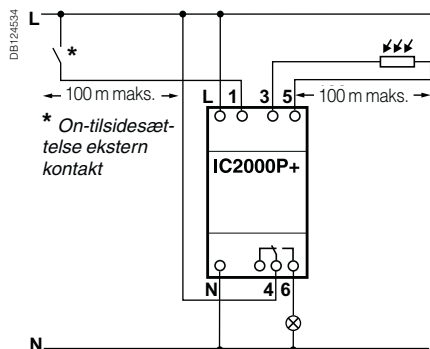

Fig. 2.
- Forsyning på klemme 1 tilsidesætter udgangseffekten fra IC2000P+ til "ON"-positionen. Denne eksterne tilsidesættelse har højere prioritet end produktets On/Off-tilsidesættelsesfunktion (se fig. 2, 3).